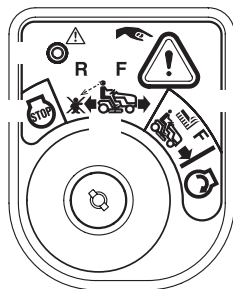

Figure 3-10
2. Tournez la clé de la position de tonte normale (a) à la position de tonte en marche arrière (b). Voir Figure 3-10.
3. Appuyez sur le bouton de marche arrière (c) situé dans le coin supérieur droit du module de commutateur d'allumage. Le témoin lumineux rouge (d) dans le coin supérieur gauche du module s'allume lorsque le bouton de marche arrière est activé. Voir Figure 3-10.